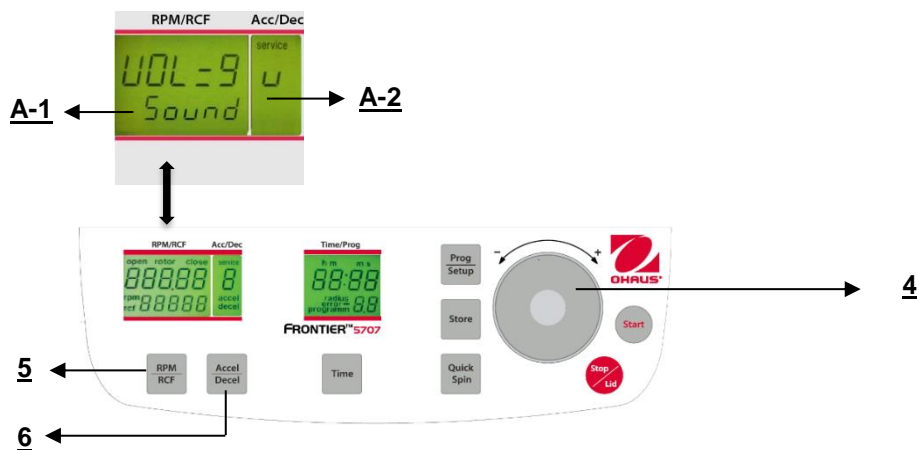

Figure. 30
Poursuivre conformément à la description du paragraphe 4.1.2 pour entrer dans ce mode de programme et appuyer ensuite sur la touche "**Accel/Decel**" (6). Sur l'affichage "**Acc/Dec**" (A-2), le mot "**Service**" clignote. Sélectionner maintenant la lettre "**U**" avec le cadran de réglage (4). Ceci entraîne l'apparition des mots "**Vol=0-9/Sound**" sur l'affichage "**RPM/RCF**" (A-1). Après avoir appuyé sur la touche "**RPM/RCF**" (5), l'utilisateur peut régler le volume désiré entre 0 (faible) et 9 (fort) avec le cadran de réglage (4) (voir la figure 30).